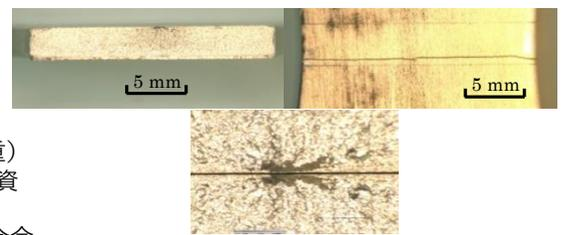

図2 破断面と表面き裂及びき裂の起点部
- ▶ 疲労試験での破断面を観察したところ、表面き裂の発生部位は溶接部または熱影響部から発生していることが明らかとなった (図2)。